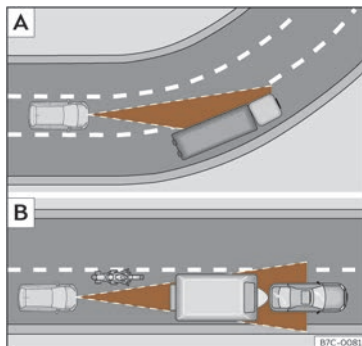

Fig. 133 A) Vehículo nunha curva. B) Motociclista circulando por diante fóra do radio de acción do sensor de radar.
O ACC podería non detectar en curva o vehículo precedente ou podería regular a distancia con vehículos que se atopan noutros carrís >>> **fig. 133 A**.
- Vehículos que circulen sen aliñación ou fóra da zona de detección do sensor, por exemplo, motocicletas >>> **fig. 133 B**.